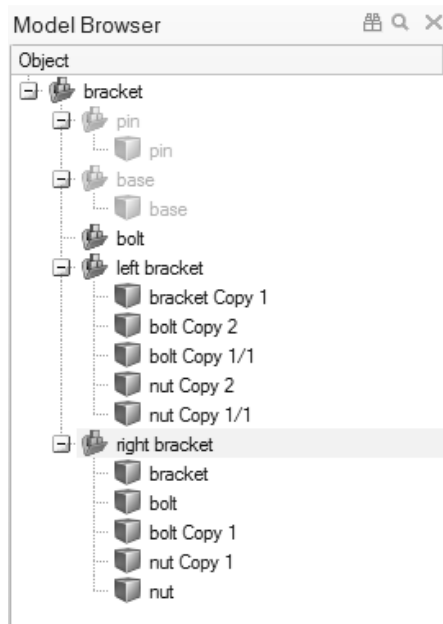

图 3-37
8) 对右侧托架、螺母和螺栓重复同样的操作，首先在模型视窗中将这些零件选中，然后在模型浏览器中将其拖动并放置到右侧托架装配中，如图 3-37 所示。